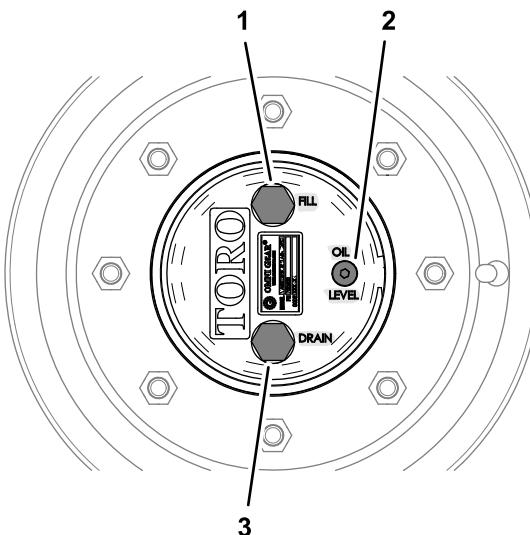

Figure 86
1. Amenez la machine sur une surface plane et horizontale, tournez une roue de sorte que le bouchon de remplissage soit en haut, à la position 12 heures, et le bouchon de vidange soit en bas, à la position 6 heures (Figure 86).
1. Amenez la machine sur une surface plane et horizontale, tournez une roue de sorte que le bouchon de remplissage soit en haut, à la position 12 heures, et le bouchon de vidange soit en bas, à la position 6 heures; voir Figure 86 sous Contrôle du niveau de lubrifiant du train planétaire (page 71).